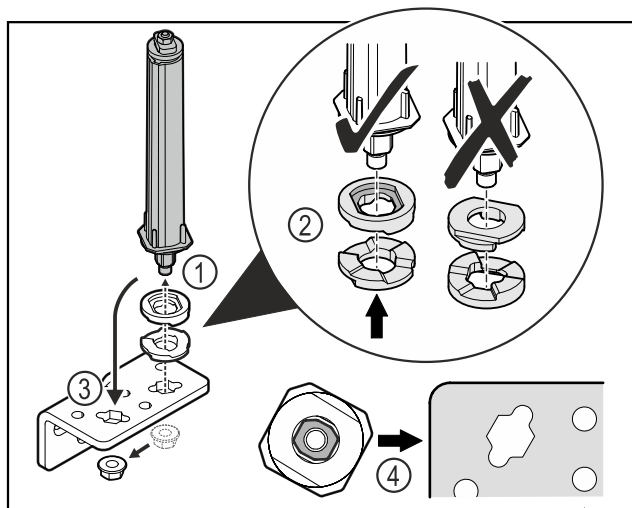

Fig. 20
- ▶ Odvijte matice in odstranite sistem za zaklepanje vrat Fig. 20 (1).
- ▶ Pazite na pravilno razporeditev podložk za nastavljanje višine Fig. 20 (2).
- ▶ Sistem za zaklepanje vrat prestavite v kotniku tečaja in ga fiksirajte z matico Fig. 20 (3).
- ▶ Pri vstavljanju pazite na pravilno naravnost sistema za zaklepanje vrat Fig. 20 (4).